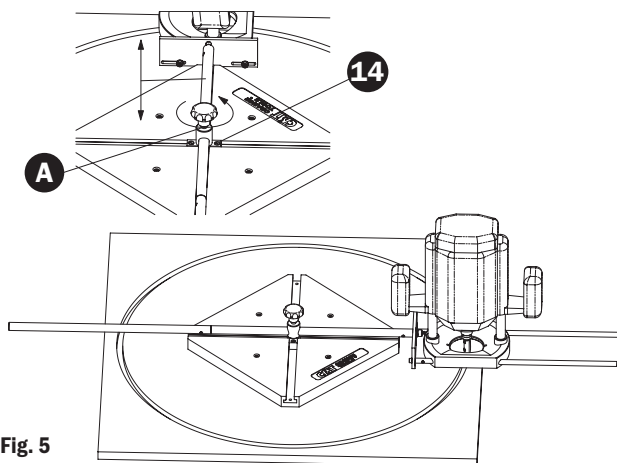

Fig. 5
(Fig. 5) Insérer la coulisse entière (A) à l'intérieur de la rainure de la structure en plastique (1), la déplacer vers le centre de la structure en plastique (1) à l'intersection des rainures et la fixer à la structure (1) avec les vis M4x25 évasées (14).
(Fig. 5) Insérer la coulisse entière (A) au centre de la rainure de la structure en plastique (1) et insérer la coulisse entière (B) le long du demi-axe majeur. Desserrer alors le volant a lobes (7) de les coulisses (A) et (B), déterminer la longueur du demi-axe majeur souhaité en déplaçant la rallonge (4) et (5) vers le centre du pivot de la coulisse (A) et serrer le volant a lobes (7) pour le fixer (le volant a lobes (7) de la coulisse (B) n'est pas encore fixé et la rallonge (4) e (5) peut encore coulisser librement à l'intérieur de la coulisse).